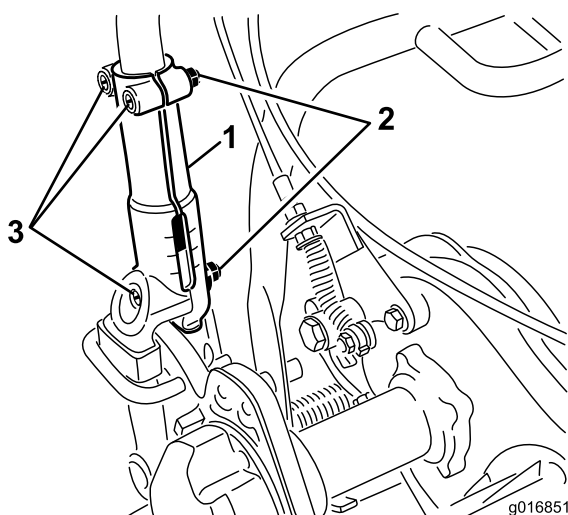

Figura 23
1. Solte os 3 os parafusos e as porcas da carroçaria que fixam cada um dos lados do manípulo nas pegas da barra de ligação (Figura 23).